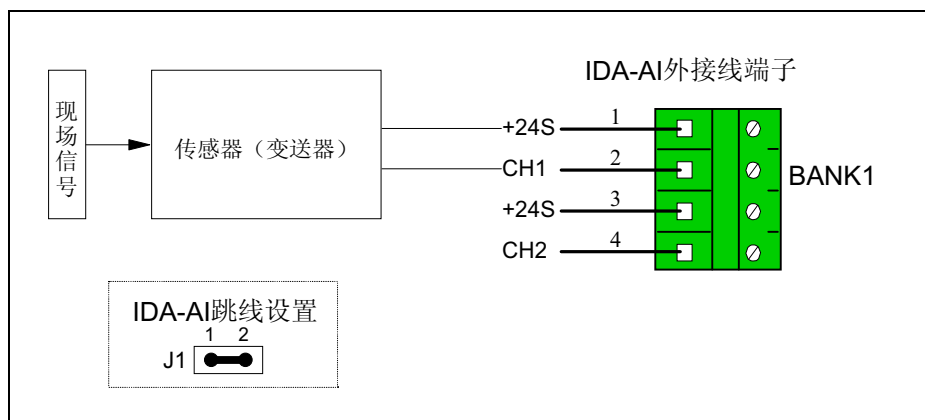

图4-6 无源二线制电流型接线示意图
1、 外接传感器或变送器为二线制电流（4~20mA）输出，需提供24V电源时，具体接线方法如图4-6：